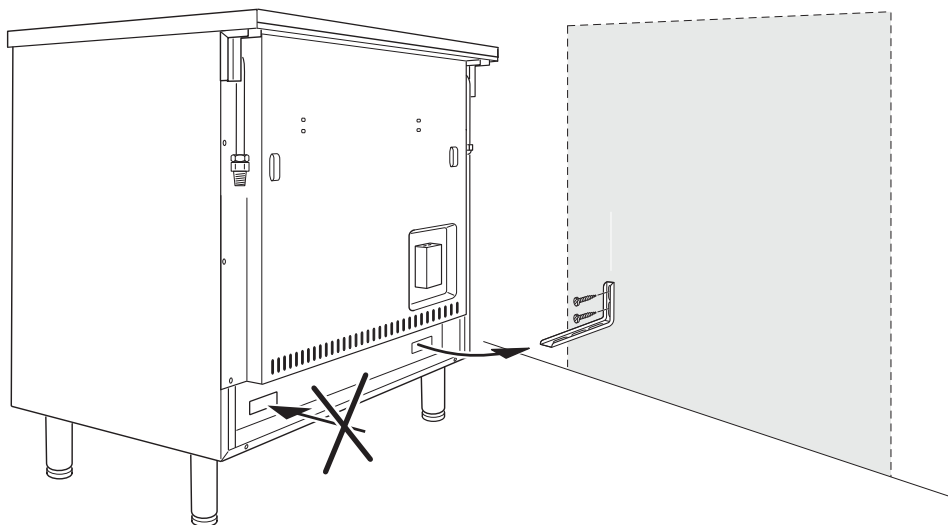

Fig. 7.10
4. Avvicinare la cucina alla parete e regolare l'altezza della staffa antiribaltamento in modo che possa inserirsi nella fessura sul retro della cucina, come mostrato in fig. 7.10.